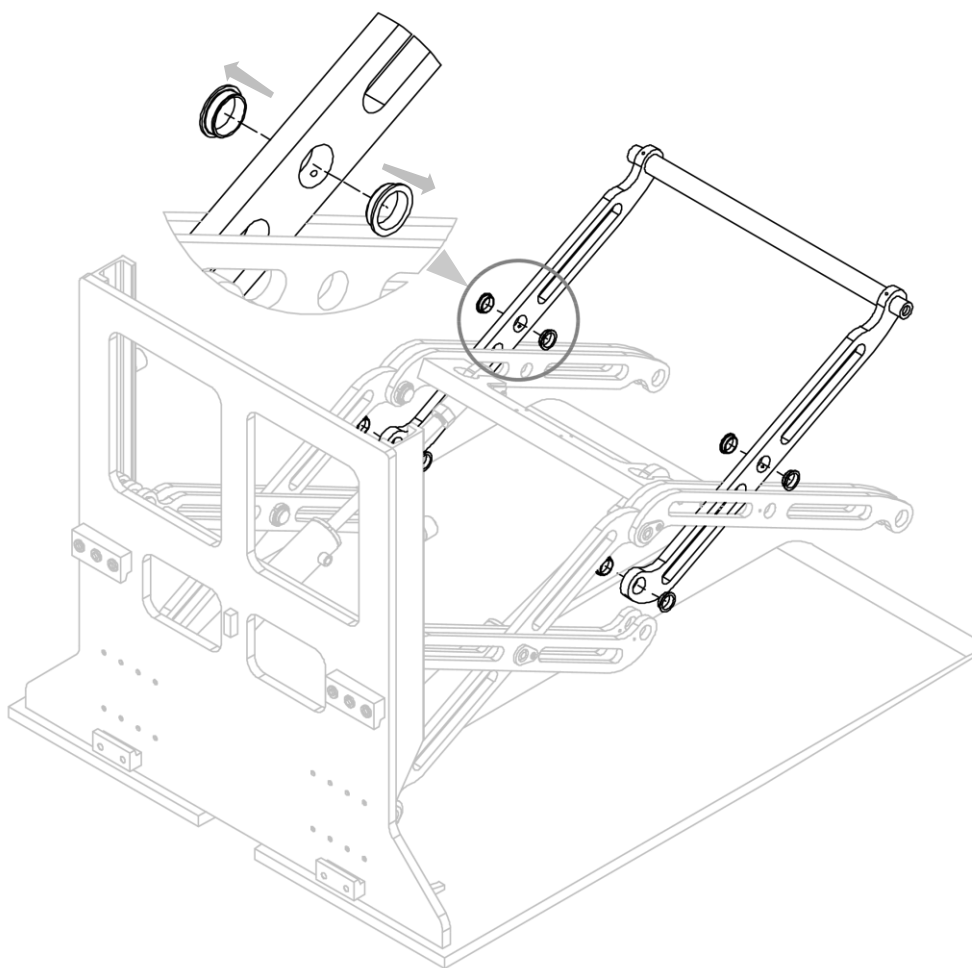

Figura 21
4. Rimuovere la coppia di bracci dall'attrezzatura, con le relative boccole di oscillazione (vedi *Figura 21*).